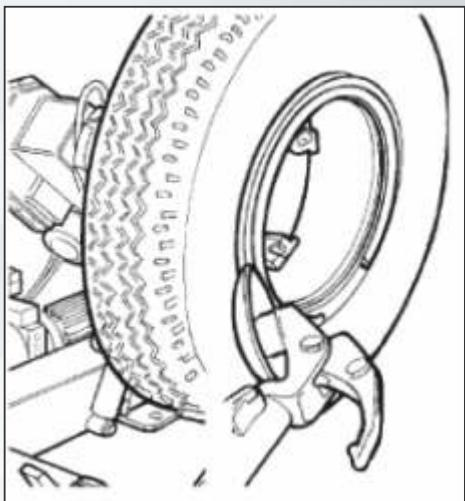

Рисунок 29
- 4) Установите отбортовочный диск к ободу (рис.29).